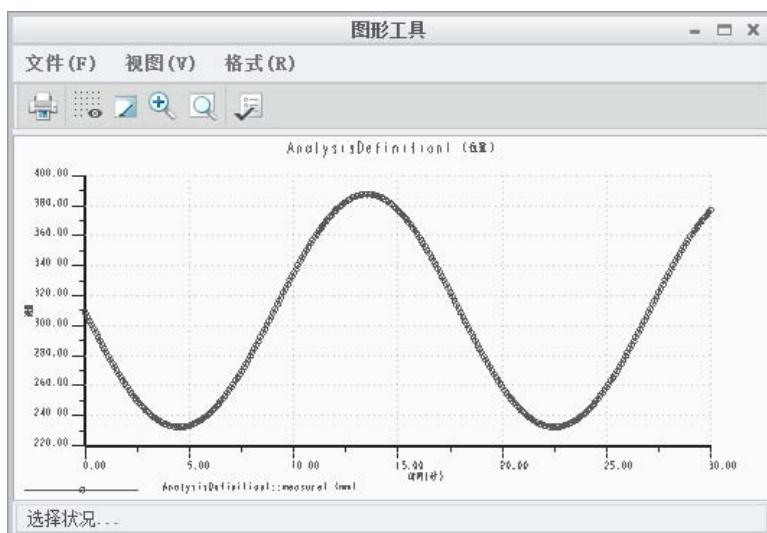

图 9.4.39 “图形工具”对话框
- (3) 选取测量名称。在“测量结果”对话框的列表中选择 `measure1`。
- (4) 选取运动结果。在“测量结果”对话框的“结果集”中选择 `AnalysisDefinition1`。
- (5) 绘制测量图形。在“测量结果”对话框的顶部单击 按钮，系统便开始测量，并绘制测量的结果图，如图 9.4.39 所示。该图反映在运动学分析 `AnalysisDefinition1` 中，活塞的速度与时间的关系。